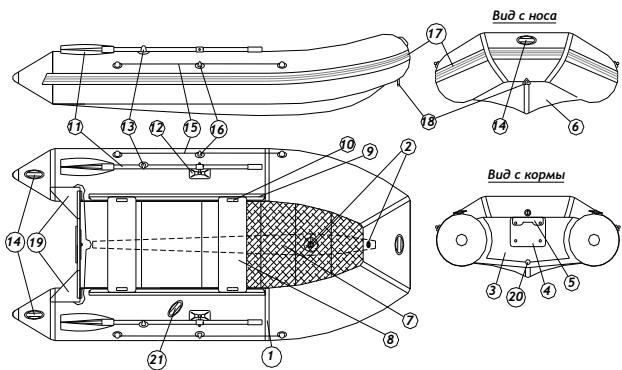

Рис.1
3.1. Конструктивно лодка "Polar Bird" серии «Merlin» («Кречет») представляет собой надувной баллон U-формы (поз.1), разделенный двумя герметичными переборками с воздушными клапанами (поз.2) на три герметичных отсека (Рис.1). Корпус лодки изготавливается из армированного эластомера с двусторонним герметизирующим покрытием из поливинилхлорида (далее ПВХ). Для установки подвесного лодочного мотора (далее - ПЛМ) лодки оборудованы жестким транцем (поз.3) с двумя транцевыми накладками (поз.4 и поз.5). Лодка имеет эластичное днище (поз.6) и жесткий настил, между которыми расположен надувной кильсон (поз.7), приклеенный к днищу. Лодка укомплектована жесткими сиденьями (поз.8), которые устанавливаются в профиль – ликтрос (поз.9) с помощью ликпазов (поз.10), жестко установленных на банках. Лодка укомплектована веслами (поз.11), которые жестко укреплены в уключинах (поз.12) и фиксируются на борту баллонов с помощью защелки (поз.13). На лодке имеются бортовые ручки для переноски лодки (поз.14); страховочный леер (поз.15), установленный в леерной ленте (поз.16); рым-кольцо для буксировки лодки (поз.18). Борт лодки защищен привальным бруском с водоотбойником (поз.17). Лодка оборудована защитой от брызг (поз.19). В нижней части транца расположен сливной клапан с пробкой (поз.20). Дополнительно лодка может быть оборудована ручкой для рулевого (поз.21).